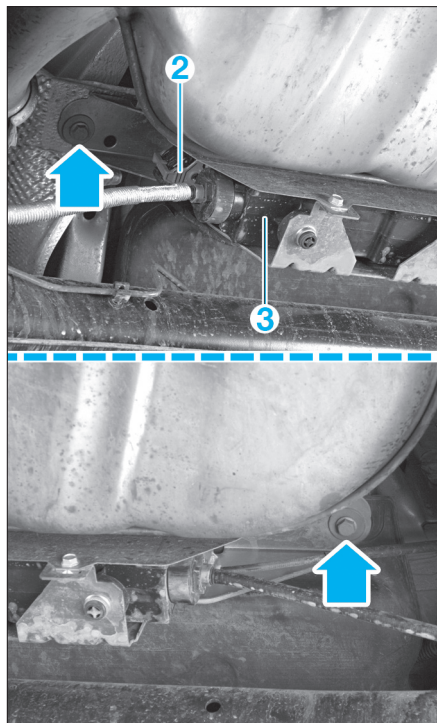

FIG. 22
- débrancher le connecteur (2) du calculateur (fig. 22).
- déposer le calculateur (3).